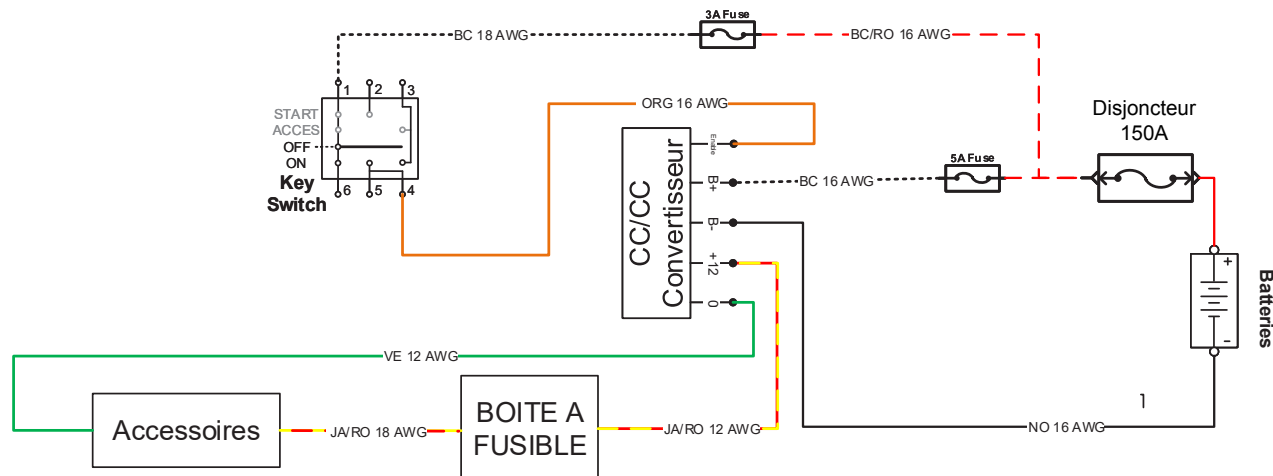

Figure 51. Inspection des bornes d'entrée et de sortie du convertisseur.
- 1.1. Vérifier la présence d'une tension entre la borne positive (B+) (fil blanc) et la borne négative (B-) (fil noir) du convertisseur CC/CC (comme illustré à la figure 51).
- 1.2. Vérifier la présence d'une tension entre le fil orange et la borne négative (B-) (fil noir) du convertisseur CC/CC (comme illustré à la figure 51).
- 2.1. Vérifier la présence d'une tension entre le fil jaune/rouge et le fil vert du convertisseur CC/CC (comme indiqué dans la figure 51).